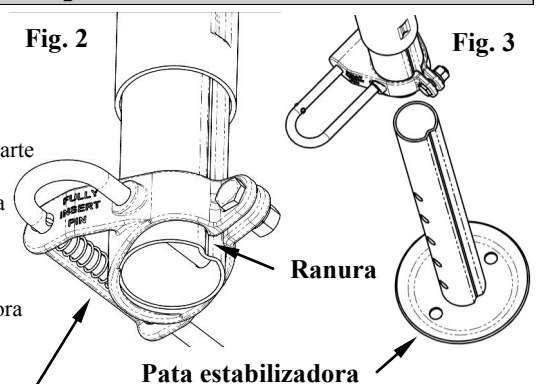

Fig. 2
3. Alinee las ranuras del tubo del gato y del ensamblaje del pasador de émbolo juntos y deslice sobre la parte inferior del tubo del gato (Fig. 2).